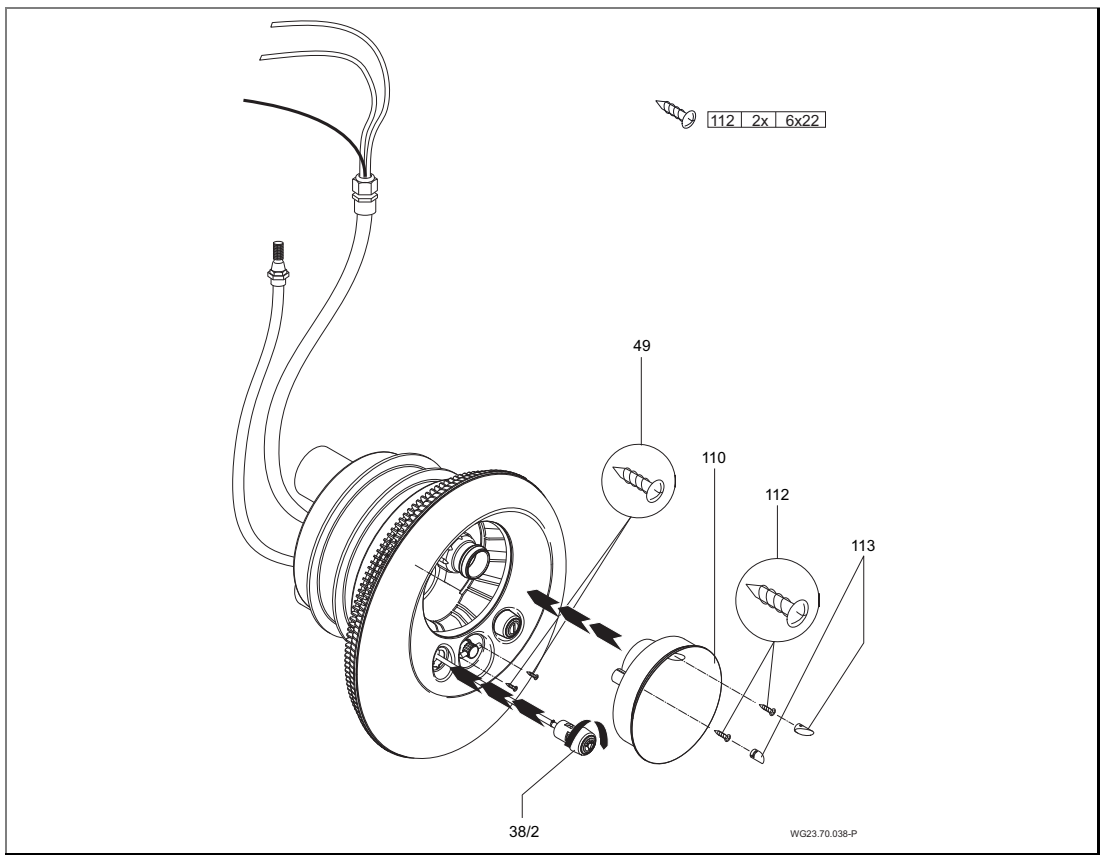

Abb. 19
8. Edelstahlblende (93) am Ansauggehäuse (107) ansetzen und mit den beiden Schrauben (49) am Düsengehäuse befestigen. Beide Pneumatiktaster durch die Blende in das Düsengehäuse stecken und durch Drehen im Uhrzeigersinn verriegeln. (Abb. 19)
9. Durch das Befestigen der Lichtabdeckung (110) wird die Edelstahlblende (93) zusätzlich fixiert. Dazu die Lichtabdeckung (110) über die Kugeldüse (54) in das
- Düsengehäuse (102.1) stecken und mit den beiden Schrauben (112) befestigen. (Abb. 19)